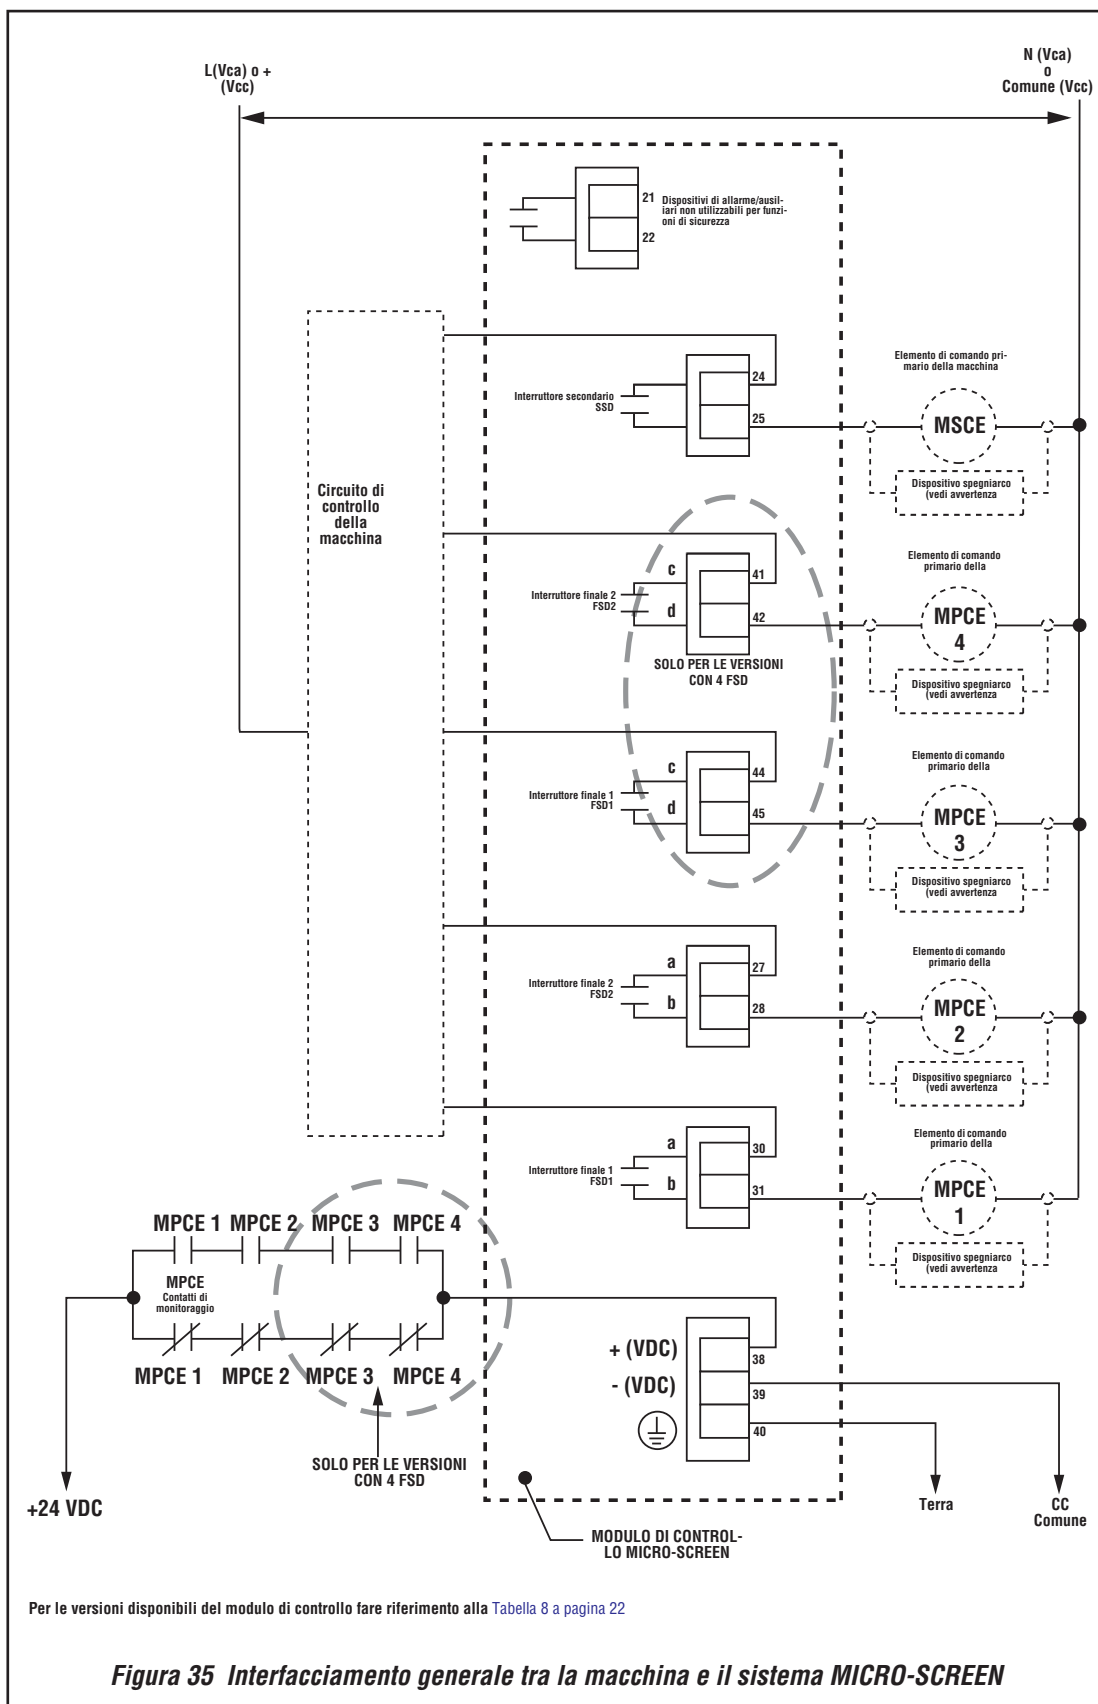

Figura 35 Interfacciamento generale tra la macchina e il sistema MICRO-SCREEN
In circostanze normali, l'alimentazione al modulo di controllo collega i contatti di controllo degli MPCE della macchina come mostrato nella Figura 35 a pagina 39. Tuttavia in questa fase non devono essere collegati agli MPCE.
al modulo di controllo (come indicato nella Figura 35 a pagina 39). In questo modo, qualsiasi incompatibilità tra gli elementi MPCE toglie l'alimentazione al sistema MICRO-SCREEN e provoca una condizione di blocco. L'utilizzo dei contatti ausiliari come componenti di monitoraggio del funzionamento degli elementi MPCE, è assolutamente necessario per mantenere la ridondanza dell'intero sistema. I contatti devono avere una portata minima di 55 VA. Per garantire la ridondanza, i contatti ausiliari per il monitoraggio di elementi MPCE devono essere cablati come descritto nella Sezione 4.3.6 a pagina 38 e Figura 35 a pagina 39.
SE SI UTILIZZANO DISPOSITIVI SPEGNIARCO, QUESTI DEVONO ESSERE INSTALLATI TRA LE BOBINE DEGLI ELEMENTI DI CONTROLLO DELLA MACCHINA (COME MOSTRATO IN Figura 35 a pagina 39). NON INSTALLARE MAI I DISPOSITIVI SPEGNIARCO DIRETTAMENTE TRA I CONTATTI DEI DISPOSITIVI DI COMANDO DEL SISTEMA MICRO-SCREEN! TALI DISPOSITIVI POSSONO PROVOCARE CORTOCIRCUITI. SE INSTALLATO DIRETTAMENTE TRA I CONTATTI DI UN DISPOSITIVO DI COMANDO MICRO-SCREEN, UN DISPOSITIVO SPEGNIARCO CORTOCIRCUITATO PUÒ GENERARE UNA SITUAZIONE DI PERICOLO, CON CONSEGUENTI GRAVI LESIONI O MORTE. PRIMA DI ATTIVARE LA MACCHINA/IMPIANTO ASSICURARSI CHE I DISPOSITIVI SPEGNIARCO SIANO INSTALLATI CORRETTAMENTE.
Il relè d'uscita FSD1 collega il modulo di controllo all'elemento di comando primario della macchina 1 (MPCE 1). L'elemento di comando MPCE 1, alimentato elettricamente, comanda direttamente il movimento delle parti mobili della macchina e interviene per ultimo (in ordine di tempo) per azionare l'avviamento o l'arresto del moto. Collegare il contatto di uscita del relè FSD1, come indicato in Figura 35 a pagina 39, all'alimentazione di comando del MPCE 1. Il massimo potere di interruzione del relè FSD1 è di 250 Vca, 4 A (carico resistivo).
Il relè d'uscita FSD2 collega il modulo di controllo all'elemento di comando secondario della macchina 2 (MPCE 2). L'elemento di comando MPCE 2, alimentato elettricamente, comanda direttamente (da un punto circuitale di comando differente a quello dell'MPCE 1) il movimento delle parti mobili della macchina e interviene per ultimo (in ordine di tempo) per azionare l'avviamento o l'arresto del moto. Collegare il contatto di uscita del relè FSD2, come indicato nella Figura 35 a pagina 39, all'alimentazione di comando dell'MPCE 2. Il massimo potere di interruzione del relè FSD2 è di 250 Vca, 4 A (carico resistivo). In alcuni moduli sono disponibili relè aggiuntivi FSD1 e FSD2.
I relè di uscita SSD (*Secondary Switching Device*) vanno collegati agli MSCE (*Machine Secondary Control Element*) della macchina protetta. L'MSCE è un elemento ad alimentazione elettrica della macchina protetta (indipendente rispetto agli MPCE) che è in grado di togliere corrente all'attuatore che aziona le parti pericolose della macchina in caso di emergenza. I contatti di uscita dei relè SSD devono essere collegati agli elementi di comando secondario della macchina (Figura 35 a pagina 39) in modo che, quando si verifica una condizione di blocco del sistema, venga tolta l'alimentazione alla macchina. Il potere di interruzione dei relè SSD è 250 Vca max., 4 A max. (carico resistivo). La Figura 35 a pagina 39 mostra i collegamenti ai relè di uscita in una situazione di interfacciamento generica. I collegamenti tra le uscite del sistema MICRO-SCREEN e gli elementi di comando primari e secondari della macchina devono essere diretti e predisposti in modo che un singolo guasto in un circuito o un guasto di terra non provochi l'interruzione del circuito, generando una condizione potenzialmente pericolosa.
- 1) Facendo riferimento alla Figura 32 a pagina 34, Figura 35 a pagina 39 e allo schema elettrico della macchina protetta, collegare i relè di uscita nel modo più opportuno:
- 1) Facendo riferimento alla Figura 33 a pagina 35, Figura 35 a pagina 39 e allo schema elettrico della macchina protetta, collegare i relè di uscita in modo appropriato: